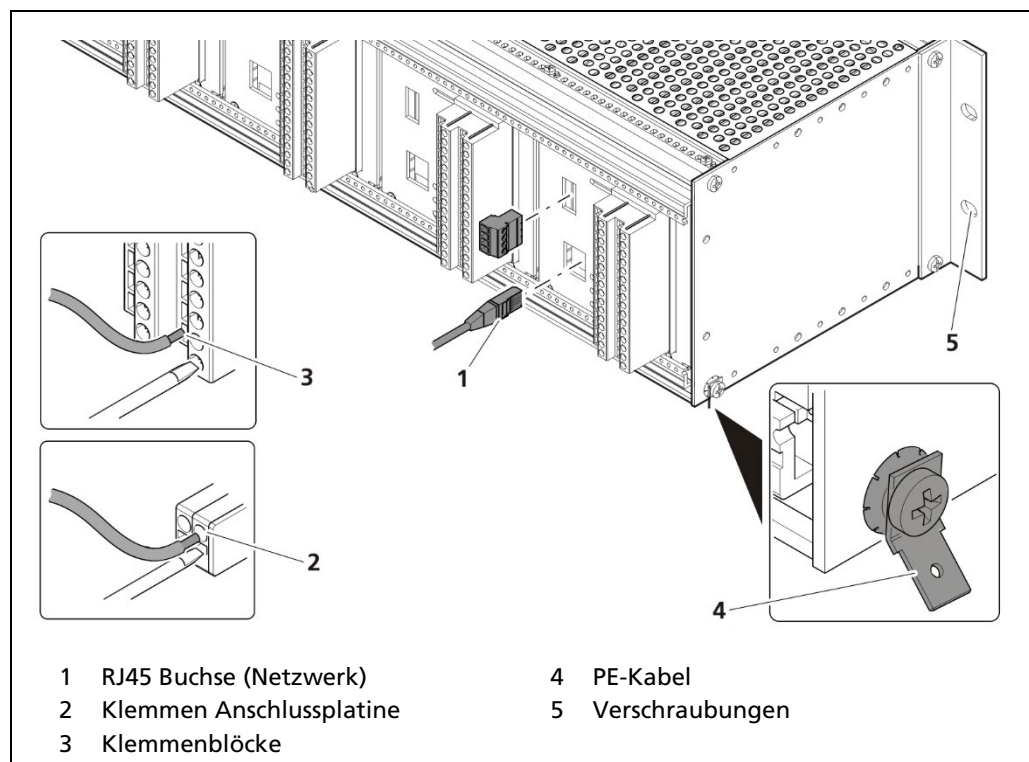

Abb. 148 Außerbetriebnahme 19"-Baugruppenträger
2. Entfernen Sie den Netzwerkstecker (Abb. 148, Pos.1).
3. Entfernen Sie alle Leitungen von der Anschlussplatine (Abb. 148, Pos.2) oder den Klemmenblöcken (Abb. 148, Pos.3).
4. Entfernen Sie das PE-Kabel (Abb. 148, Pos.4).
5. Entfernen Sie die Verschraubungen (Abb. 148, Pos.5) und ziehen Sie den Baugruppenträger aus dem 19"-Rack.